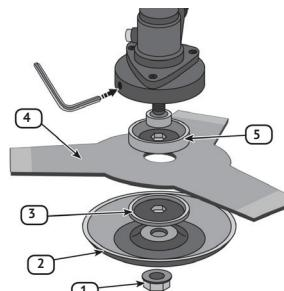

рис.5
6.4 Установка режущего ножа (рис. 5)
- застопорив шпиндель, открутить гайку крепления ножа (рис.5 поз.1), поворачивая её по часовой стрелке (резьба левая);
- снять нижнюю крышку (рис.5 поз.2) и зажимной фланец (рис.5 поз.3) со шпинделем выходного редуктора;
- установить на шпиндель: опорный фланец (рис.5 поз.5), режущий нож (рис.5 поз.4), зажимной фланец и нижнюю крышку;
- убедитесь, что режущий нож отцентрирован и ровно лежит на опорном фланце (рис.5 поз.5);
- застопорив шпиндель, открутить гайку крепления ножа (рис.5 поз.1), поворачивая её по часовой стрелке;
- снять нижнюю крышку (рис.5 поз.2), зажимной фланец (рис.5 поз.3) и нож, если установлен, со шпинделем выходного редуктора;